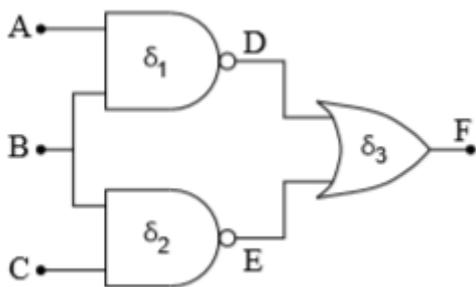
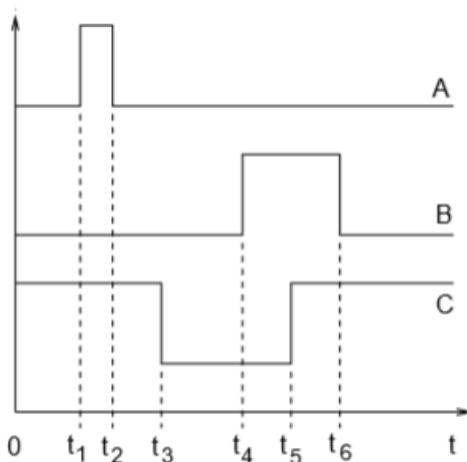

Рис. 17. Простая цифровая цепь, задержка каждого вентиля отмечена
Рис. 18. Воздействия, приложенные к входам цифровой цепи на предыдущем рисунке
Наиболее эффективный путь (и один из применяемых в SEQUEL) для анализа переходных процессов схем, включающих цифровые элементы, это так называемая «event-driven, управляемая событиями» симуляция, в которой мы наблюдаем за входом каждого цифрового элемента и отражаем «события» ( $0 \rightarrow 1$  или  $1 \rightarrow 0$ ) на его выходе только тогда, когда изменения ожидаются, как результат изменения его входа(ов). Интервал времени между изменениями входа(ов) элемента и событиями в его выходном узле(ах) определяется значением задержки для конкретного элемента. Анализ переходных процессов цифровой схемы выполняется планированием событий и обработкой их в плановые времена. В качестве примера рассмотрим схему на рис. 17 [6]. Изначально  $A=0$ ,  $B=0$  и  $C=1$ . Для  $t > 0$  входы изменяются так, как показано на рис. 18. При  $t = 0$ ,  $D=E=1$  и  $F=0$ . При  $t = t_1$  один из входов (A) изменился.